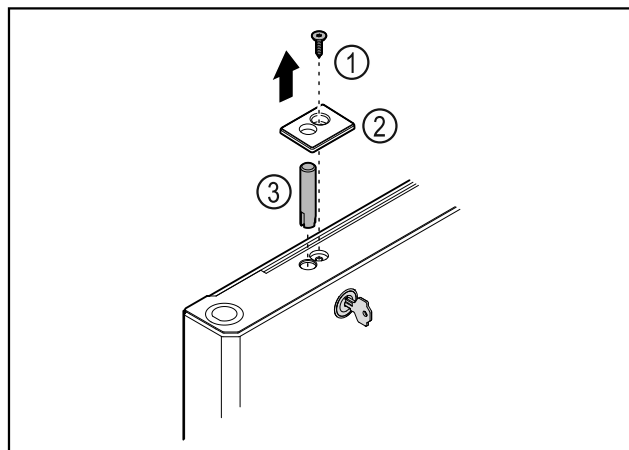

Fig. 43
- ▶ Išsukite varžtą Fig. 43 (1).
- ▶ Atfiksukite dengiamąją plokštelę Fig. 43 (2) mažu atsuktuvu ir nuimkite.
- ▶ Ištraukite užrakto kaištį Fig. 43 (3).